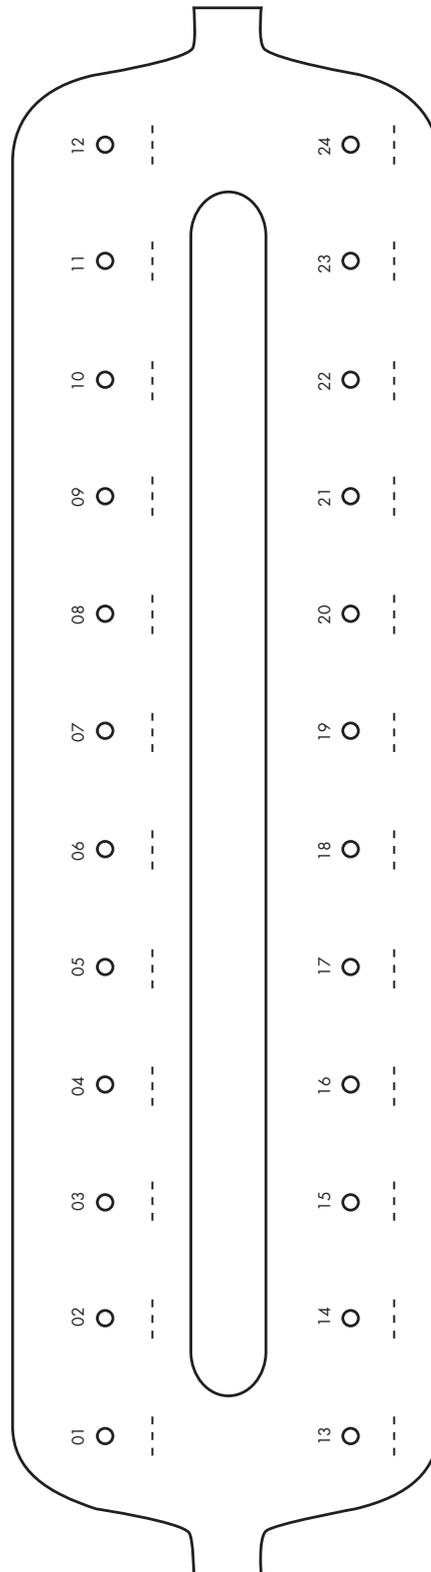

Abbildung 4. Beschriftungsschema für Lyserröhrchen (LT), Elutionsröhrchen (ET) und QIAamp Mini-Spinsäulen bei Verwendung auf dem QIAvac 24 Plus Vakuumsystem.
2. VacConnector Luerverbinder (VC)
Um eine Verwechslung der Proben zu vermeiden, empfehlen wir bei Anwendung des Vakuum-Protokolls mit dem QIAvac 24 Plus Vakuumsystem, die Lyseröhrchen (LT), Elutionsröhrchen (ET) und QIAamp Mini-Spinsäulen gemäß dem Schema in Abbildung 4 zu beschriften. Diese Abbildung können Sie fotokopieren und mit den Bezeichnungen der Proben beschriften. Wir empfehlen, ein ähnliches Schema zu verwenden, wenn Sie ein anderes Vakuumsystem benutzen oder das Spin-Protokoll durchführen.